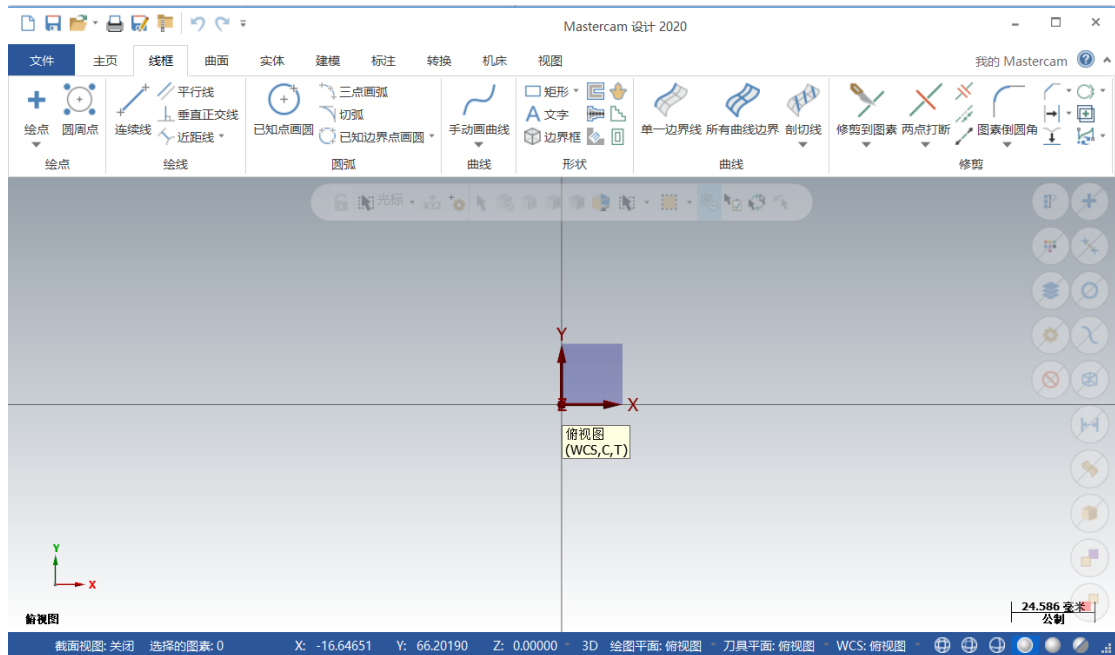

图 2.3 Mastercam 主界面
2.6 安装完成后，打开 Mastercam 主程序，该客户端即时访问到服务器端的授权，并弹出 Mastercam 主工作界面，见图 2.3。